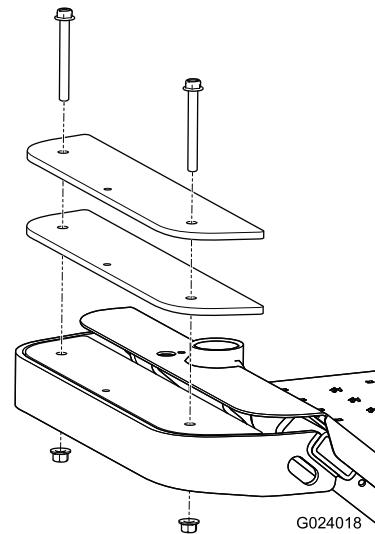

図6
1. 車体前部についている既存のウェイトのボルト2本とナット2本を外す **図6**。